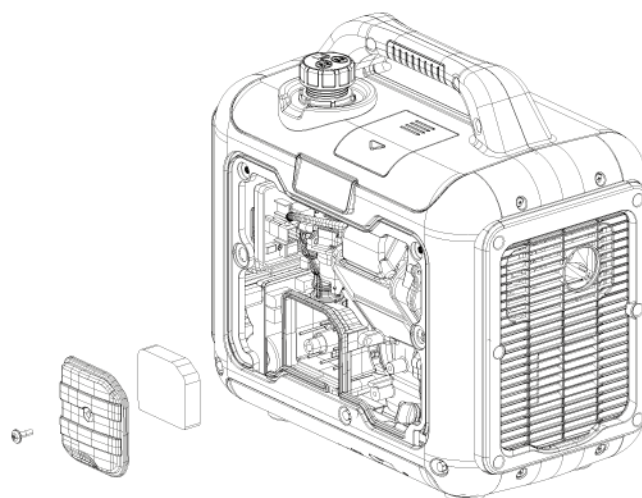

Fig. 2
- Retire el elemento del filtro de aire (Fig. 2). Inspecciónelo para detectar suciedad, residuos o daños.
2. Coloque el interruptor de control del motor (**Fig. 2**) en la posición **ON (Encendido)**.
2. Coloque el interruptor de control del motor (**Fig. 2**) en la posición **APAGADO**.